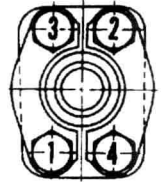

图 1-8 示意图 (7)
4) 紧固了一个螺栓之后, 应紧固对角线一侧的螺栓, 如图 1-8 所示, 以保证紧固均匀。